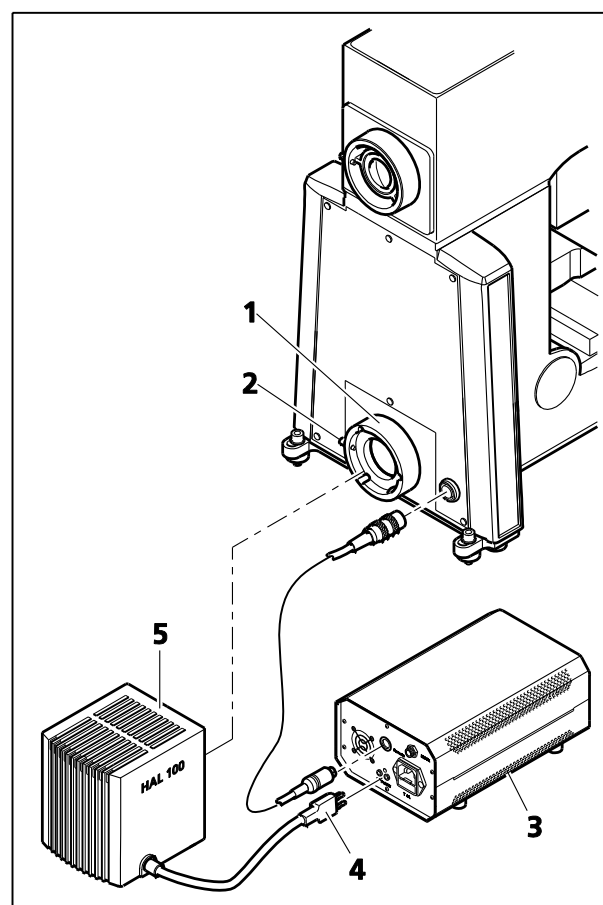

Figure 3-18 Fixation de la lampe halogène HAL 100
- Retirer la protection de la prise de lumière transmise (Figure 3-18/1).
- Insérer le boîtier du dispositif d'éclairage (Figure 3-18/5) en plaçant la queue d'aronde dans la prise (Figure 3-18/1), puis le fixer à l'aide de la vis de serrage (Figure 3-18/2) avec un tournevis à tête sphérique (3 mm de large).
- Brancher la fiche du dispositif d'éclairage à trois broches (Figure 3-18/4) à l'arrière du bloc d'alimentation externe (Figure 3-18/3).
- Connecter le câble de commande d'éclairage du bloc d'alimentation externe (Figure 3-18/3) au statif.
(1) Réglage rapide
- Desserrer la vis de serrage (Figure 3-18/2), puis retirer le dispositif d'éclairage halogène prêt à fonctionner du statif du microscope.